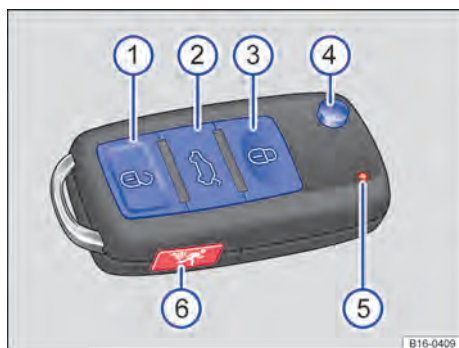

Fig. 45 Chave do veículo (dependendo da versão, com botão do alarme).
Legenda para → Fig. 45:
Pressionar o botão de pressão → Fig. 45 ④. A haste da chave destrava e rebate para fora.
◀ **i** Se os botões da chave do veículo → Fig. 45 ou um dos botões do travamento central → Página 65 forem acionados repetidas vezes ▶